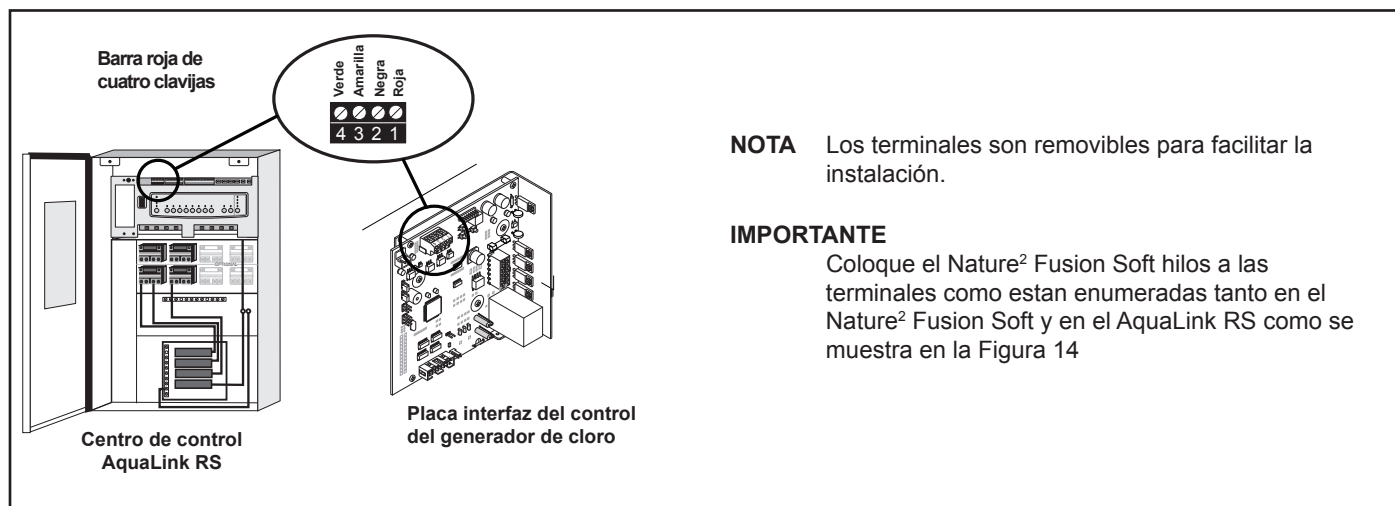

Figura 15. Cableado del Nature2 Fusion Soft con un sistema de control AquaLink RS
El AquaLink RS y el Nature2 Fusion Soft usan cuatro (4) conexiones del cable de comunicación y se pueden conectar hasta 500 pies (150 m) de distancia. Cualquier cable exterior nominal de cuatro (4), mínimo 22 AWG, se puede utilizar. Localice los terminales de tornillo adecuado en el circuito de acuerdo a la Figura 15. Conecte el cable del Nature2 Fusion Soft de la barra terminal de 4 clavijas a la barra terminal roja de 4 clavijas del AquaLink RS.